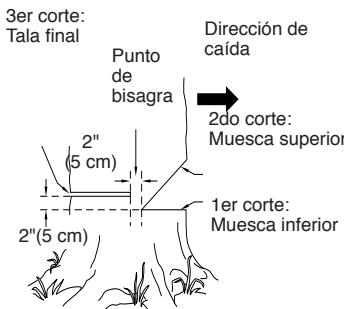

Figura 12 - Tala de un árbol
1. Haga el corte inferior de la muesca tan cerca del suelo como sea posible. Sujete la sierra de modo que la barra de guía se encuentre en posición horizontal. Corte a través del tronco del árbol hasta atravesar 1/3 de su diámetro (vea la Figura 12). Nota: Haga siempre este corte inferior horizontal en primer lugar. Si lo hace en segundo lugar, el árbol puede presionar la cadena o la barra de guía.
2. Comience el corte superior de la muesca a una distancia del corte inferior igual a la profundidad de éste. Por ejemplo: Si el corte inferior tiene una profundidad de 20 cm, comience el corte superior 20 cm por encima de aquél. Corte en dirección hacia abajo y a un ángulo de 45°. El corte superior de la muesca debe llegar y unirse al punto final del corte inferior (vea la Figura 12).
1. Haga el corte de tala final 5 cm por encima del corte inferior de la muesca y sobre el lado opuesto del árbol (vea la Figura 12). Mantenga el corte de tala final paralelo al corte inferior de la muesca.